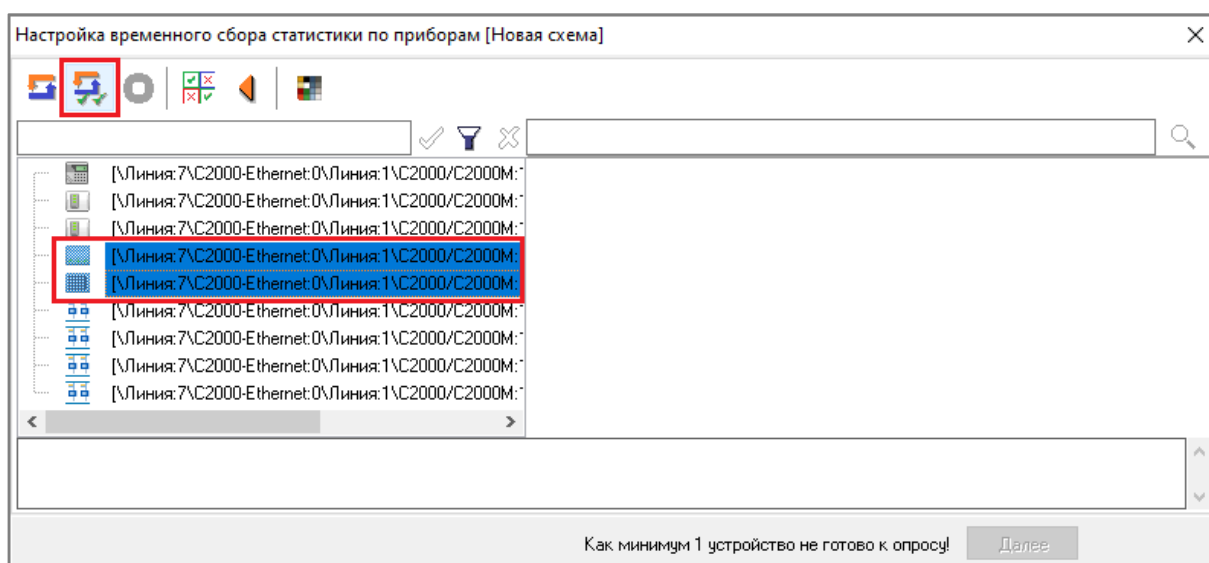

Рисунок 12-151 Запуск процесса инициализации выбранных объектов списка инициализируемых объектов
- чтобы запустить процесс инициализации избранных объектов, выделите в списке инициализируемых объектов (см. п. 12.6.7.3.2.1) те объекты, для которых необходимо запустить процесс инициализации, и нажмите кнопку  «Инициализировать выделенные элементы» (см. Рисунок 12-151).